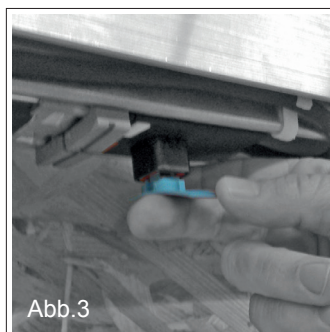
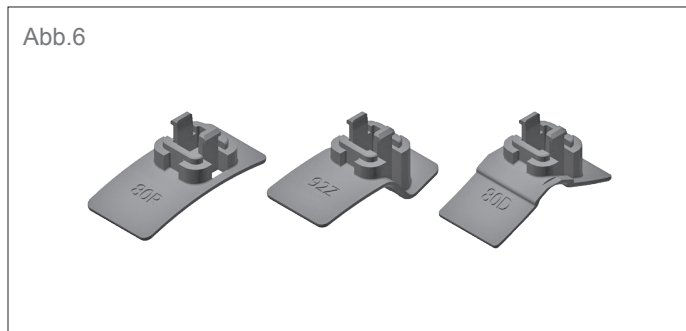

Abb.3
Abb.6
- 2.2. Lamellentyp bestimmen. 80R, 80D oder 92Z. Je nach verwendeten Typ, entsprechend beschriftetes Formteil verwenden (Abb.6). Formteil lt. Abb.3 einklipsen. Der längere Schenkel mit der Beschriftung zeigt dabei in Richtung außen (Straßenseite).